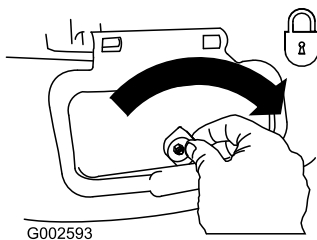

Figure 29
**Important:** Verrouillez le volet d'éjection latérale après l'avoir fermé (Figure 29).